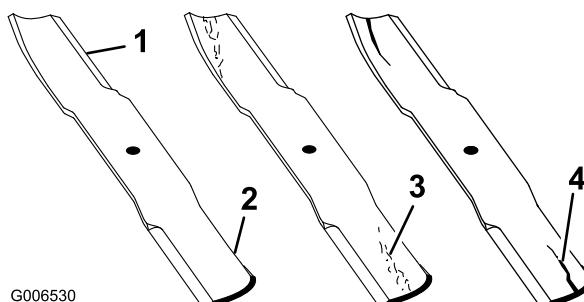

Figure 46
1. Examinez le tranchant des lames (Figure 46). Si les lames ne sont pas tranchantes ou si elles présentent des indentations, déposez-les et aiguisez-les (voir Aiguisage des lames).
2. Inspectez les lames, surtout la partie incurvée (Figure 46). Remplacez immédiatement toute lame usée, endommagée ou qui présente une entaille (repère de la Figure 46).